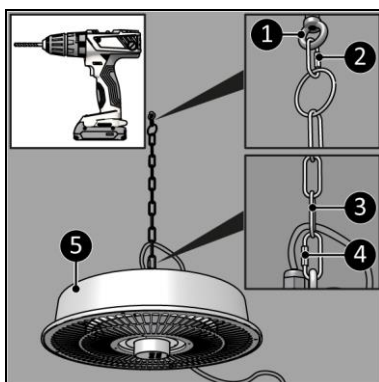

Figure 7
2. Insérez le boulon à œillet de suspension dans le trou (figure 7, pos. 1).
3. Attachez un mousqueton (figure 7, pos. 2) à l'anneau de la chaîne de suspension (50 cm) et au boulon à œillet de suspension (figure 7, pos. 1).
4. Attachez un mousqueton (figure 7, pos. 4) à l'autre extrémité de la chaîne de suspension (50 cm) (figure 7, pos. 3) et à l'œillet de suspension de l'appareil (figure 7, pos. 5).
3. Attachez un mousqueton (figure 7, pos. 4) à la chaîne de suspension (figure 7, pos. 3) et à l'œillet de suspension de l'appareil (figure 7, pos. 5).